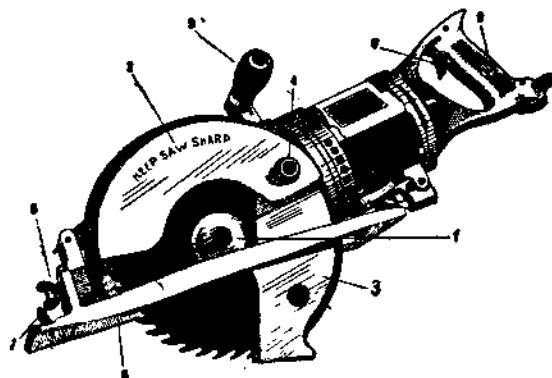

Рис. 30. Круглая пила.
Состоит (рис. 30) из двух дисков для поперечной и продольной распиловки, которые крепятся на пильный вал при помощи зажимной шайбы (1). Пильный диск с верхней стороны закрывается предохранительным колпаком (2), который неподвижно скреплен с коробкой двигателя, составляя одно целое с
Механизм управления (рис. 30) состоит из: а) выключателя куркового типа (6), помещенного в задней части ручки; б) направляющей линейки (7), служащей для направления движения пилы; в) регулятора высоты и угла пропила (8), который состоит из барабана, навинтованного на винт и служащего для установки нужного пропила при работе; г) двух ручек (9), служащих для действия пилой при работе; д) тормозной кнопки, служащей для установки подвижного кожуха.